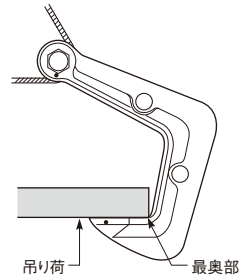

図1
(1) 吊り荷の端部を開口部の最奥部まで押し込んで下さい。(図1)
(2) 鋼板などの吊り上げの場合は、4点以上の対向吊りで行い、なるべく天秤吊りにて作業して下さい。